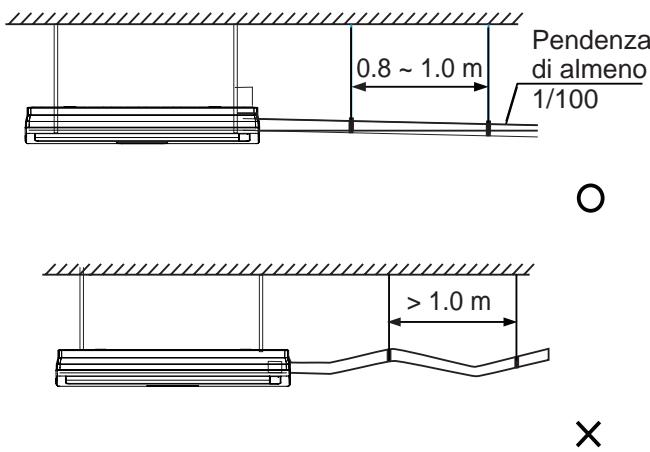

Fig. 5.1
deve drenare l'acqua all'esterno (lato scarico); la pendenza del tubo di scarico condensa deve essere maggiore di 1/100, senza punti di risalita né ristagni d'acqua; in caso contrario, ciò può causare rumori anomali (vedi Fig. 5.1).
5) Nel collegare il tubo di scarico della condensa, non tirare il tubo stesso, per evitare che le connessioni del tubo dell'acqua si allentino. Predisporre punti di supporto ogni 0.8~1.0 metri, per evitare che il tubo si pieghi (vedi Fig. 5.1).